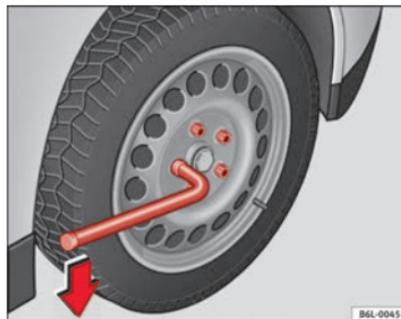

Fig. 142 Substituição de pneu: desapertar os parafusos da roda
- Pegue na chave pela sua extremidade e rode o parafuso cerca de uma volta para a **esquerda** ⇒ Fig. 142.